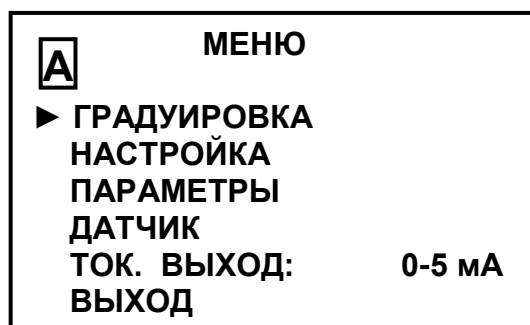

Рисунок 1.10
1.5.5.3 Работа с экраным МЕНЮ [A] и МЕНЮ [B] (рисунок 1.10)